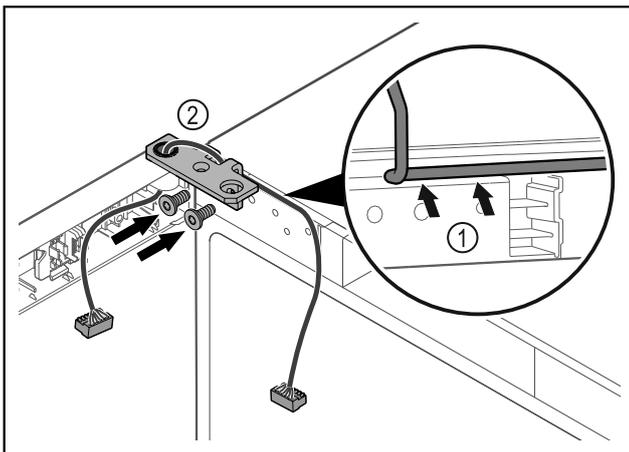

Fig. 58
- ▶ Prevlečte kábel cez vybranie uholníka závesu a opatrne ho položte Fig. 58 (1).
- ▶ Naskrutkujte uholník závesu Fig. 58 (2).